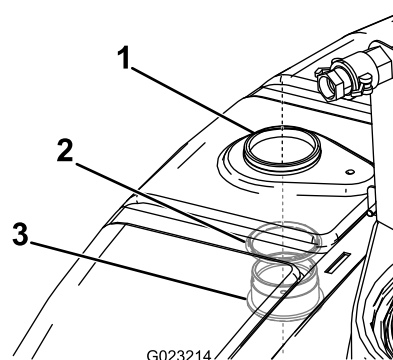

Figure 14
2. De l'intérieur de la cuve, passez la traversée et le joint torique à travers l'ouverture découpée (Figure 14).